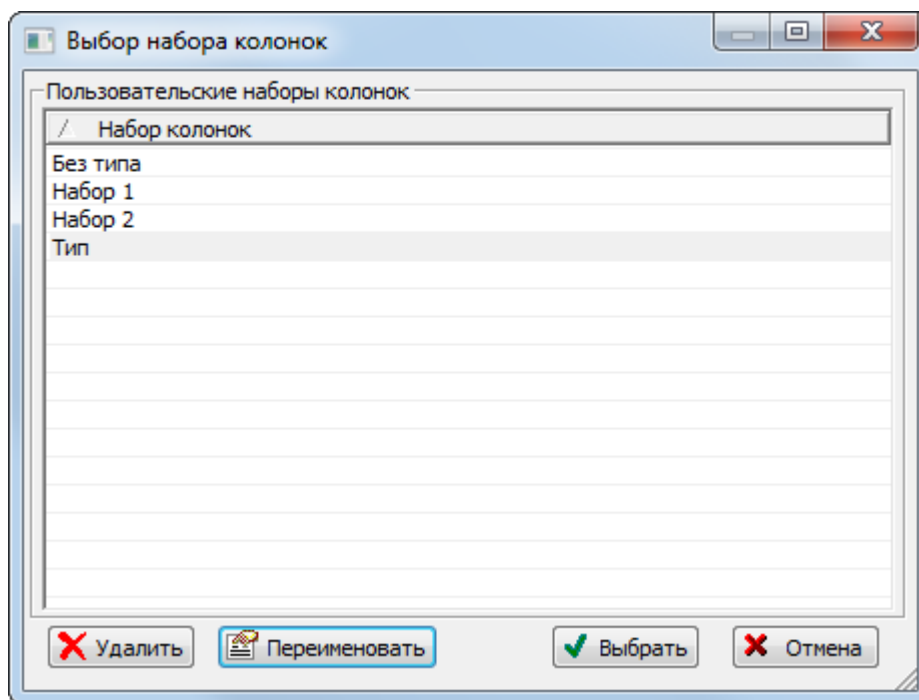

Рис. 5-28 – Окно выбора ранее сохраненных настроек рабочего окна
- 2) В открывшемся диалоговом окне выбрать ранее сохраненный набор настроек и нажать кнопку «Выбрать» (рис. 5-28).